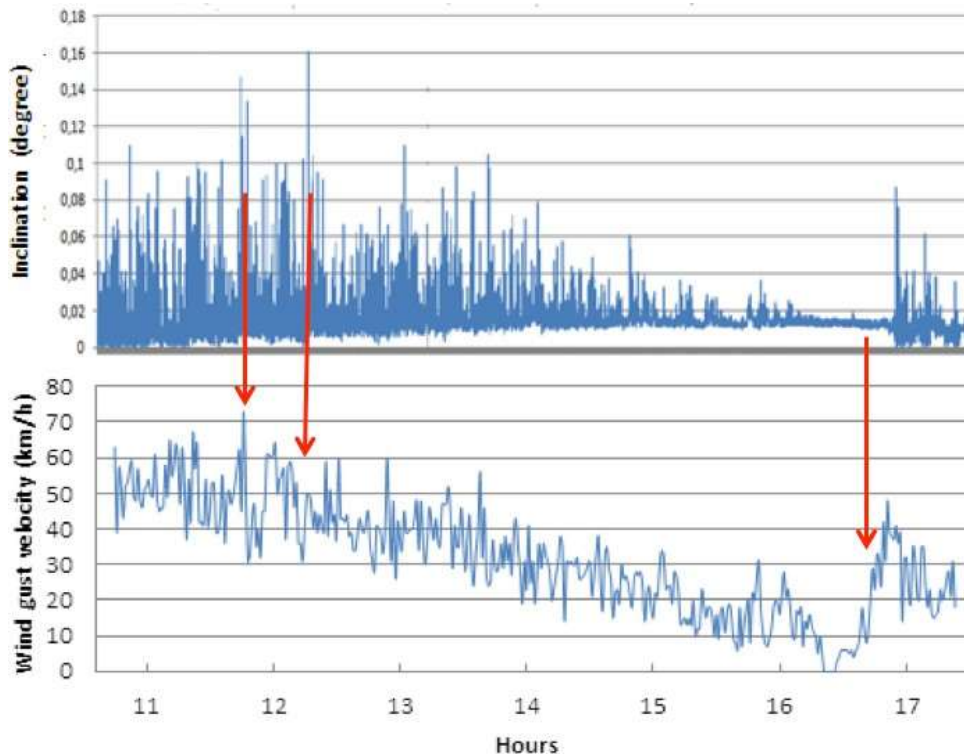

Figura 2: grafici bidimensionali cronologici dell'inclinazione dell'albero e della velocità del
- 2 la conseguenza è che non c'è una correlazione diretta immediata tra il carico del vento (velocità del vento) ed inclinazione al colletto dell'albero e questo è ben evidenziato nei grafici della figura 2. La correlazione indica come una variabile muta al variare di un'altra. Durante il Pulling Test la variabile "inclinazione al colletto" aumenta o rimane stabile all'aumentare della variabile "carico". L'ingegnere tedesco Lothar Wessolly studiando l'andamento di queste due variabili ha verificato che c'è un'alta correlazione fra loro, non lineare ma tangenziale. In termini molto pratici significa che è sufficiente sapere come cambia una variabile per prevedere anche la mutazione dell'altra. Il vento non produce un carico progressivo, costante e unidirezionale, come quello prodotto da un paranco durante il pulling test, inoltre è vettoriale cioè la sua misura è fatta da un anemometro che è collocato ad una certa distanza dall'albero e quindi trascorre un lasso di tempo da quando la raffica impatta l'anemometro al momento in cui colpisce l'albero. Questo è un intervallo che cambia in funzione della velocità del vento e della sua direzione, può essere che prima transiti dall'anemometro e poi arrivi all'albero ma anche l'inverso.